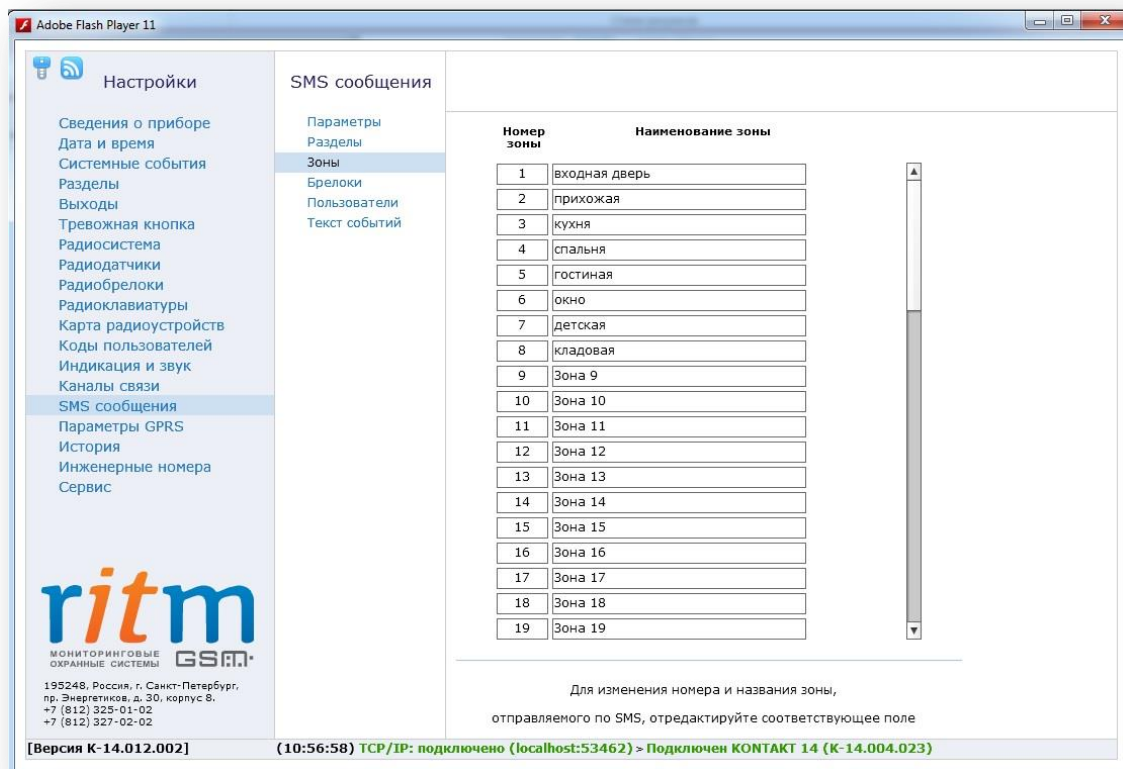

Рисунок 36. Страница настройки зон SMS-сообщений
3. «Зоны» (см. рис. 36)
На странице «Зоны» (см. рис. 36) присваивается наименование каждой зоне для текстового описания в SMS-сообщениях — вместо номера зоны в сообщении отображается введенный здесь текст. Возможно назначение любых двухзначных номеров зон, но для корректной работы номер зоны на этой странице должен совпадать с номером зоны на странице «Радиодатчики». По умолчанию номера зон указаны по порядку.